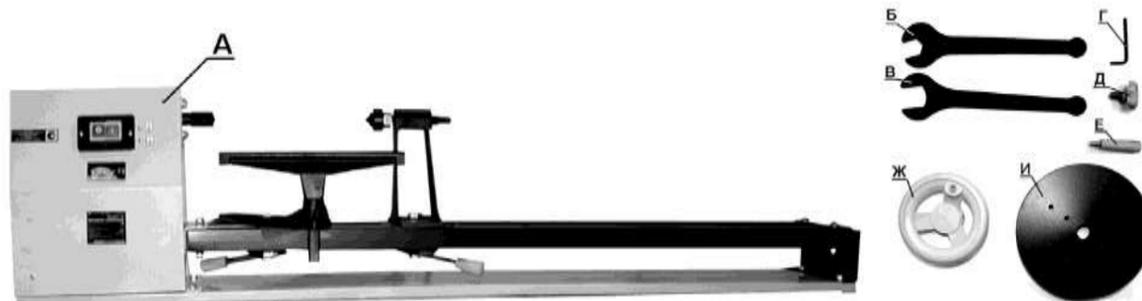
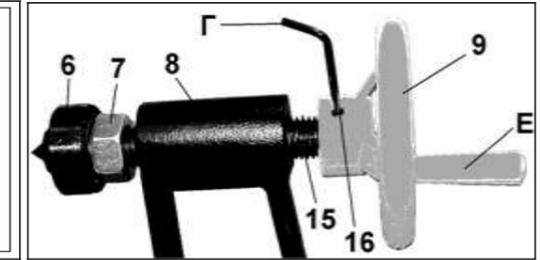

Рис.1.
Рис.4.
6.1. Комплектность машины указана в таблице 3 и на Рис.1.
8.3. Как показано на Рис.4, ручку (E) вкрутите в резьбовое отверстие маховика (9). Установите маховик (9) на пиноль (15) и закрепите винтом (16), используя шестигранный ключ (Г), Рис.1,4.